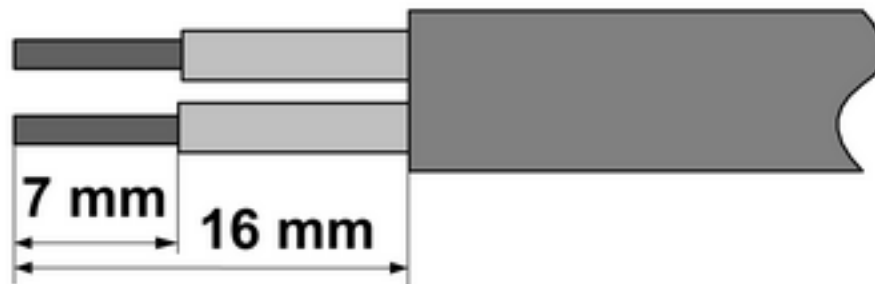

Figure 3: Longueurs à dénuder
- Dénuder les câbles de raccordement selon les prescriptions (figure 3).